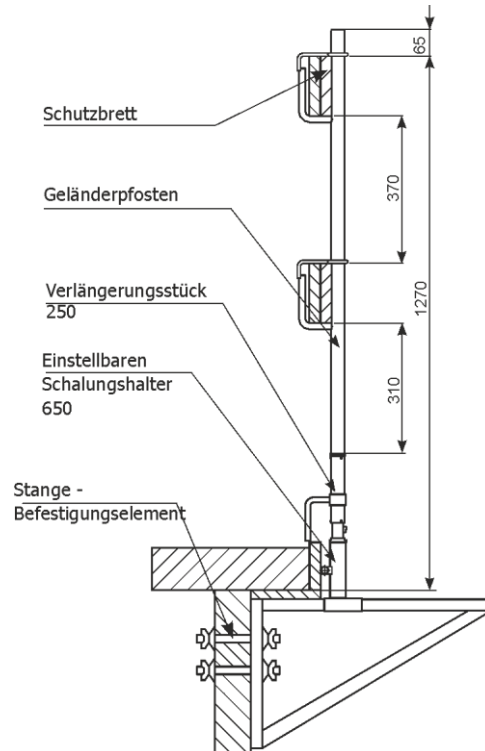

Abb. 75 Montage des Schalungshalters 650
2.34 Montage des Schalungshalters 650 (Abb. 75)